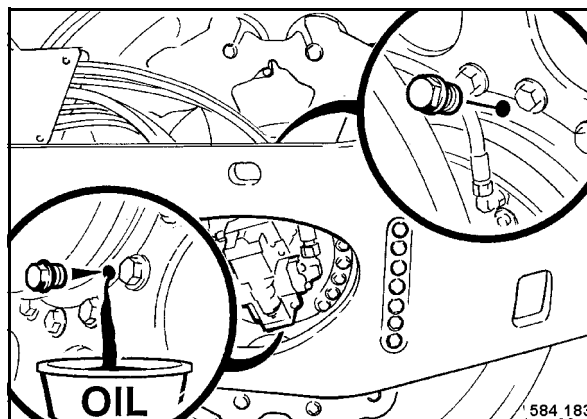

Fig. 156
- Desenroscar por arriba el tapón de llenado (Fig. 156).